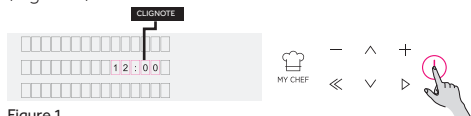

Figure 1
• Lors de la première utilisation, il est nécessaire de suivre le processus d'installation avant d'utiliser le four. Appuyer sur MARCHE/ARRÊT pour continuer (Figure 1).